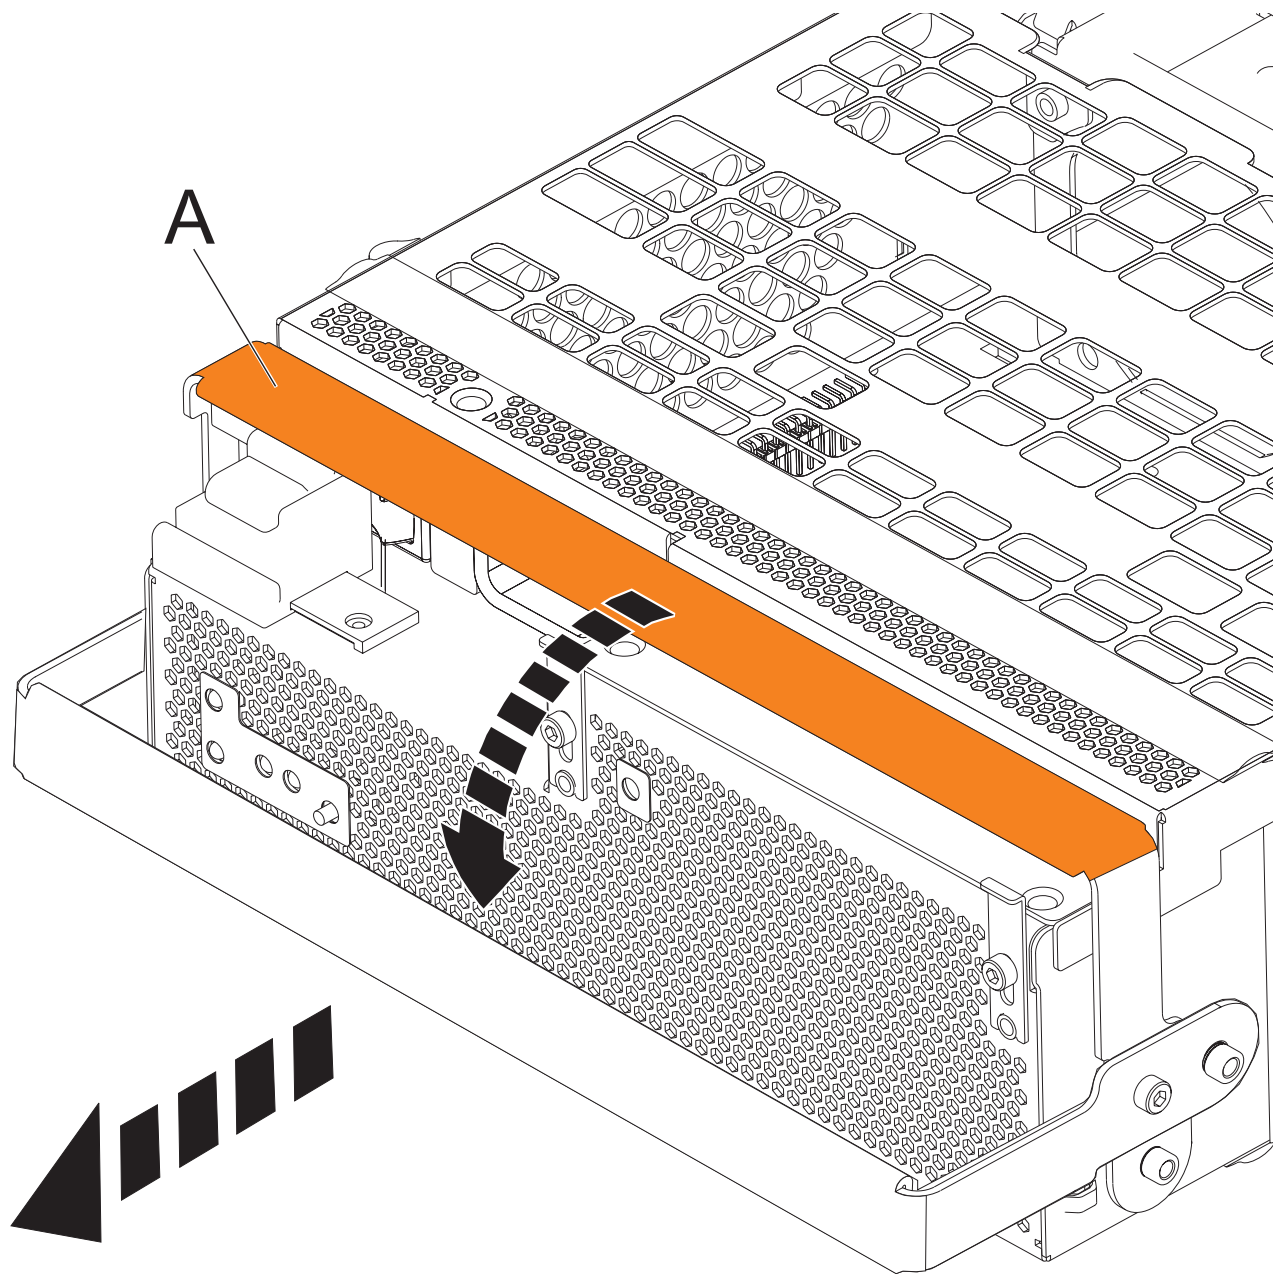

*Figura 54. Desconnexió dels cables d'alimentació de l'OCA*
- a. Desplaceu les peces de subjecció dels cables d'alimentació **(A)** que hi ha a la part frontal dels dos OCA cap a l'esquerra. Consulteu Figura 54 a la pàgina 68.